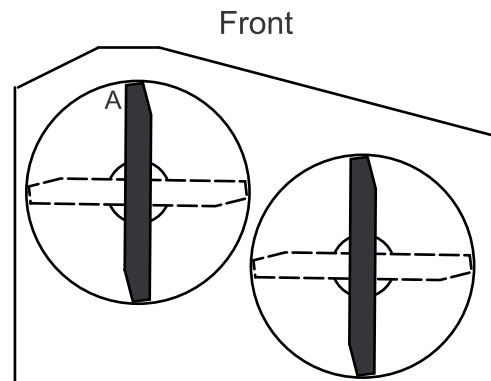

Figura 59
3. Con la máquina ubicada en una superficie nivelada, coloque una cuchilla en posición longitudinal. Mida en la posición **A** desde una superficie nivelada hasta el filo de corte de los extremos de la cuchilla (Figura 59).